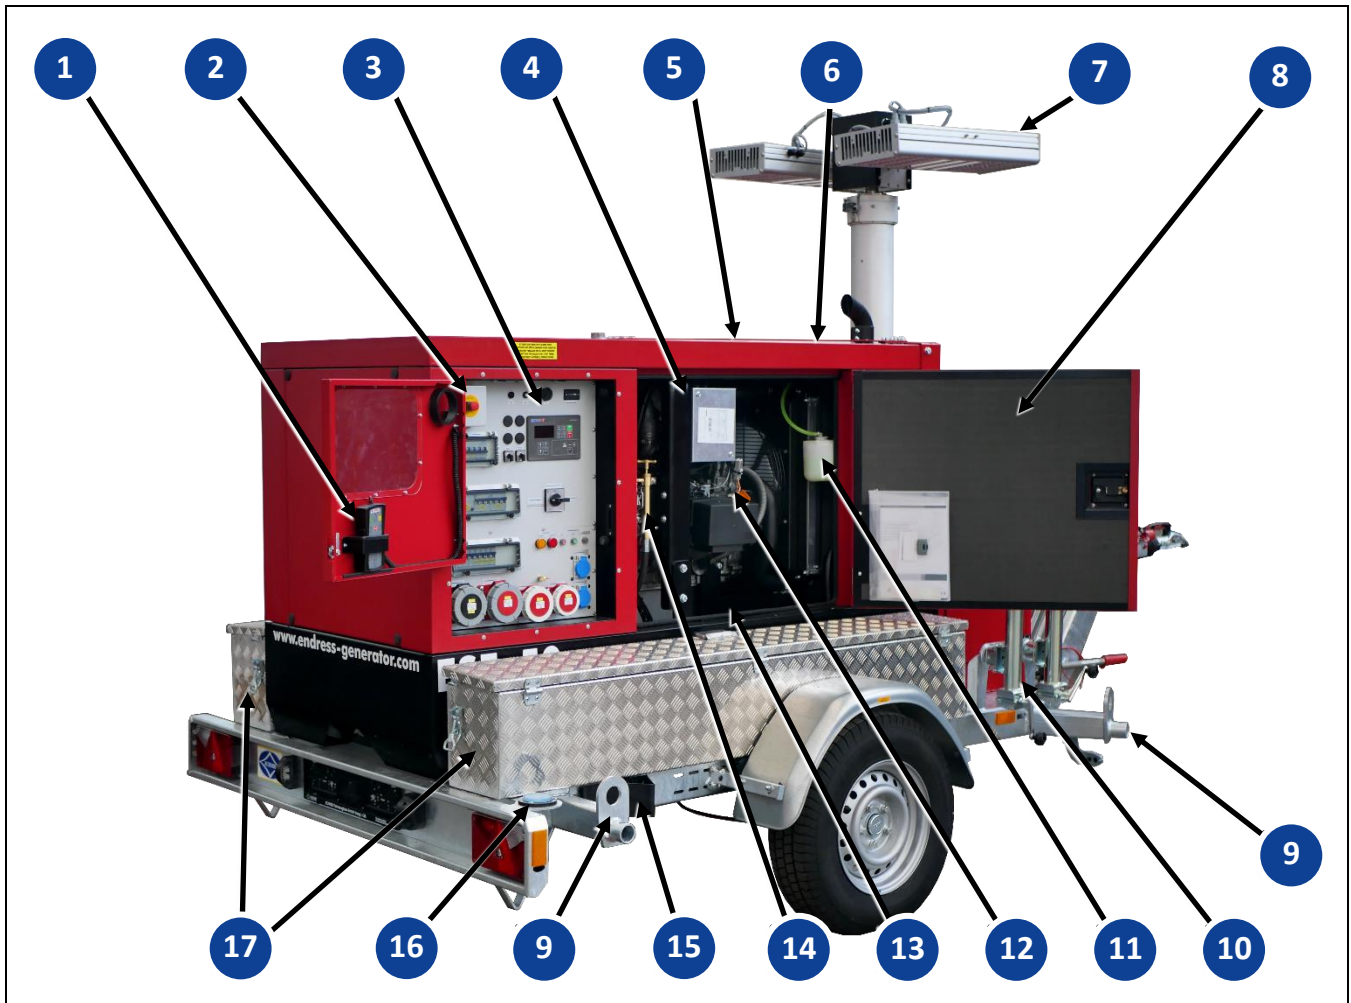

Abb. 5-2 Komponenten Bedien- und Rückseite
- Scheinwerfereinheit ist in Fahrposition (siehe Abb. 5-2)
- Stützvorrichtungen des Fahrgestells sind in Stellung Fahrbetrieb (siehe Abb. 5-2)
9. Orientieren Sie sich nun an der Nivellierunglibelle (Abb. 5-2-**13**), um die Flutlichtanlage durch entsprechendes Absenken der Stützen waagrecht auszurichten.